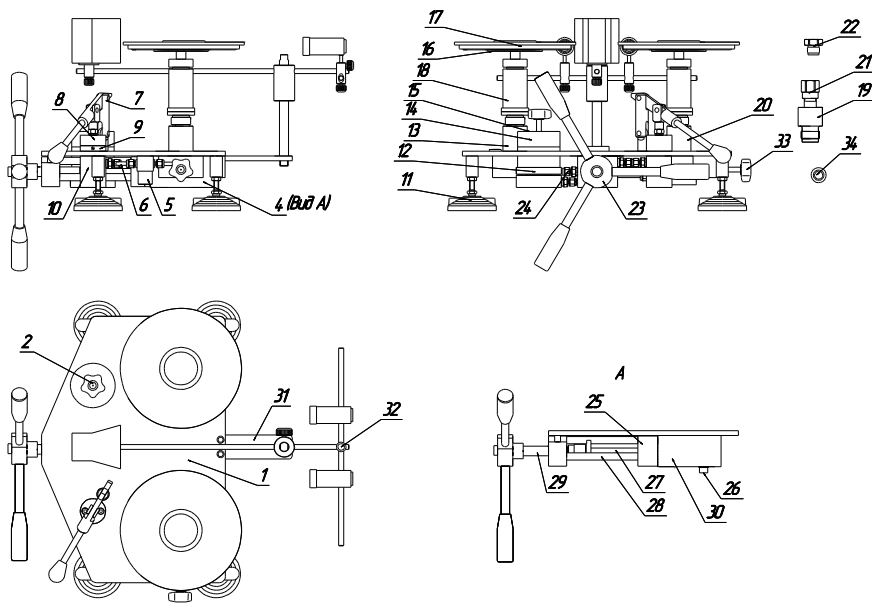

Рисунок 3. Манометр грузопоршневой МП-6...МП-16 в специализированном исполнении.
состоит из корпуса 10, направляющей втулки 8, уплотнительной шайбы 9 и системы рычагов. Ручной насос соединен с гидравлической системой манометра грузопоршневого с помощью трубок. С левой стороны расположен стакан 14 для рабочей жидкости и вентиль сброса давления 2. ИПС устанавливается на левую стойку (стойка ИПС), а поверяемые СИ устанавливаются либо на регулируемую стойку 20 (рис. 3,4) непосредственно или через переходник 19 (на приборах в специализированном исполнении), либо на стойку (стойки) 20 (рис 1,2) для поверяемого СИ с предварительно установленным переходником 19 (на приборах в обычном исполнении) при помощи присоединительной гайки 22. Для регулировки вертикального положения образцовой ИПС служат регулируемые опоры 11, а регулировка вертикального положения регулируемой стойки (на приборах в специализированном исполнении) осуществляется при помощи винтов крепления регулируемой стойки к плите. Плавная регулировка давления осуществляется штурвалом 23. Масло к узлам подаётся по соединительным трубкам 6, присоединённых при помощи фитингов 24. Для повышения надежности работы, а также для предотвращения повреждения устройства, в гидравлическую схему включен фильтр тонкой очистки 5.
6.6 Выдвиньте основной шток, вращая штурвал против часовой стрелки до упора, и закрутите запорный вентиль 33 (рисунок 3,4) (специализированное исполнение).
6.11 Плавными движениями ручного насоса закачивайте масло в систему, следя за тем, чтобы масло не выплеснулось из корпуса ИПС и отверстий переходников (корпуса поверяемой ИПС), постоянно контролируя уровень масла в стакане (в случае необходимости долить). Когда уровень масла в отверстиях переходников поднимется до верхней кромки, то на переходники (переходник) необходимо установить присоединительные гайки, резинометаллические уплотнения и заглушки (на манометре грузопоршневом в обычном исполнении и манометре грузопоршневом специализированного исполнения при использовании на стойке 20 (рисунок 3, 4) переходника). Продолжайте качать масло до тех пор, пока оно не появится в канале цилиндра ИПС.
6.19 Установите основание 31 (рисунок 3,4) устройства для наблюдения за положением поршня (поршней) на основание манометра грузопоршневого.